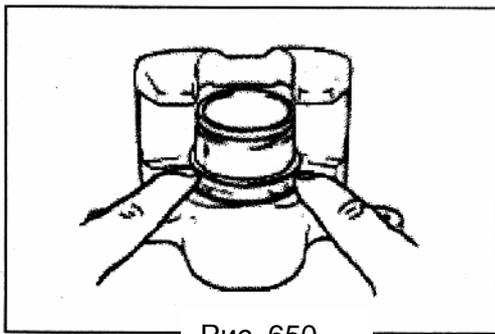

Рис. 650
- 2) Вставьте край пыльника в паз на цилиндре при помощи пальцев как показано на рисунке (Рис. 650).